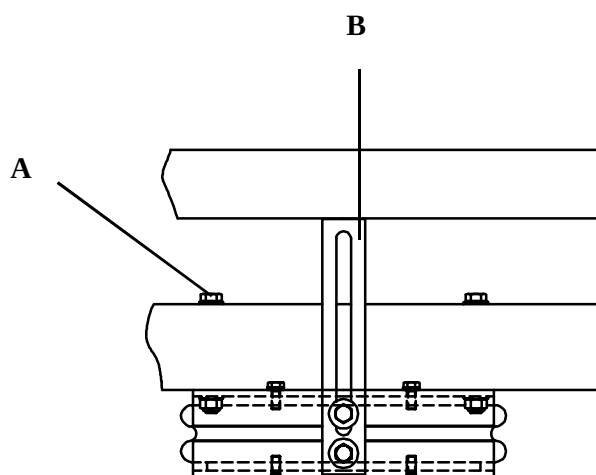

fig. 38
- Remove the four screws (**M.14**) securing each one of the two pneumatic actuators (**fig. 38/A**).
- Desatornillar los cuatro tornillos (**M.14**) de fijación de cada uno de los dos actuadores neumáticos (**fig. 38/A**).
- Dévisser les quatre vis (**M.14**) de fixation de chacun des vérins pneumatiques (**fig. 38/A**).
IF COMPRESSED AIR IS INJECTED TO THE ACTUATOR FOR THIS TEST, DO NOT FORCE THE SEPARATION OF THE METALLIC PLATES MORE THAN THE STOPS PERMIT (fig. 38/B).
SI PARA REALIZAR ESTA REVISION SE INYECTA AIRE COMPRIMIDO AL ACTUADOR, NO FORZAR NUNCA LA SEPARACION DE LAS PLACAS METALICAS MAS DE LO PERMITIDO POR LOS LIMITADORES DE CARRERA (fig. 38/B).
SI L'ON INJECTE DE L'AIR COMPRI-ME AU VERIN POUR EFFEC-TUER CETTE VERIFI-CATION, NE JAMAIS FORCER LA SEPARA-TION DES PLAQUES METALLIQUES PLUS DE CE QUI EST PERMIS PAR LES LIMITEURS DE COURSE (fig. 38/B).